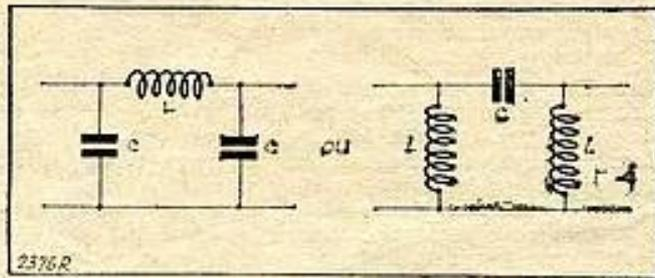

FIG. 3. — Valeurs de L et C : selon fréquence à rejeter.
c) une précaution additionnelle (très additionnelle même) consistant en un filtre mis à l'entrée du secteur pour chaque installation. En vérité, il ne s'agit que de fort peu de chose, car en radio, 90 % des parasites arrivent par l'antenne et seulement 10 % par le secteur (fig. 3).
secteur de la figure 3 peut avoir, ici, une importance bien plus considérable qu'en radio. Toutefois, comme il ne s'agit plus de bloquer les mêmes fréquences, les valeurs sont à changer. Entendez par là : à diminuer.